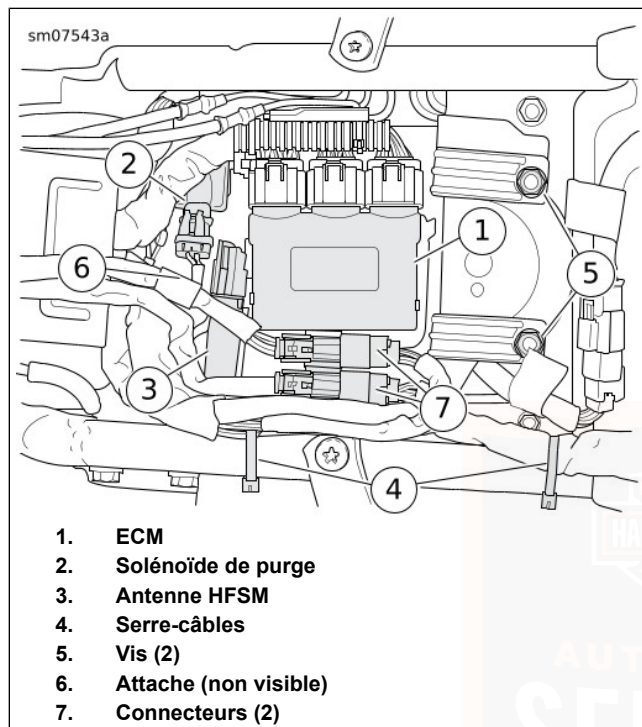

Figure 68. Boîtier supérieur
2. Voir Figure 68 . Détacher l'ECM (1) du boîtier supérieur. Le mettre de côté.
3. S'il est présent, déplacer le solénoïde de purge (2) vers l'avant pour le dégager du boîtier supérieur.
4. **Modèles avec système de sécurité** : Dégager l'antenne du HFSM (3) du boîtier supérieur et l'écarter.
5. Détacher les connecteurs (7) des ancrages sur le boîtier supérieur.
6. Retirer les fixations (5).
7. Couper les serre-câbles (4). Déplacer les faisceaux pour obtenir plus de dégagement pour le boîtier supérieur.
7. Voir Figure 68 . Mettre le boîtier supérieur en place et engager le loquet sur le support de fixation.
8. Fixer le boîtier supérieur à la traverse de cadre avec les fixations (5). Serrer.